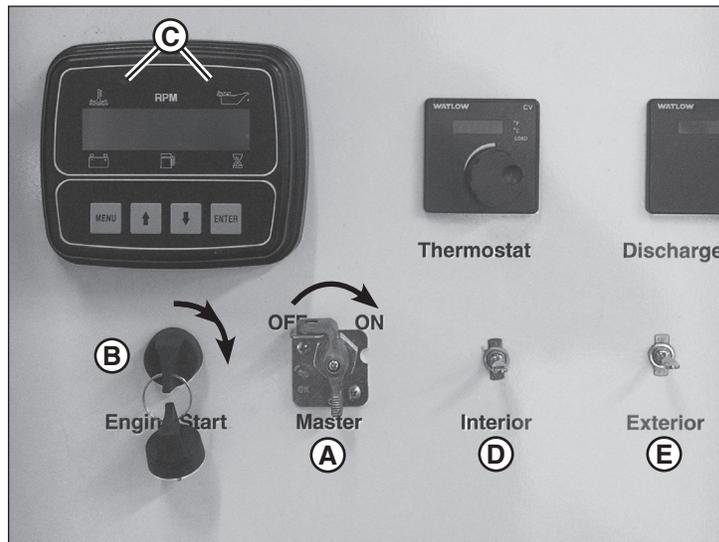

Figure 17
2. Mettre l'interrupteur principal (A, Figure 17) à la position ON.
3. Mettre l'interrupteur principal (B, Figure 17) à la position RUN. Les voyants indicateurs de la bougie (C) sur le moniteur du moteur et le centre de commandes s'allument. Attendre que les voyants s'éteignent (environ 15 secondes).